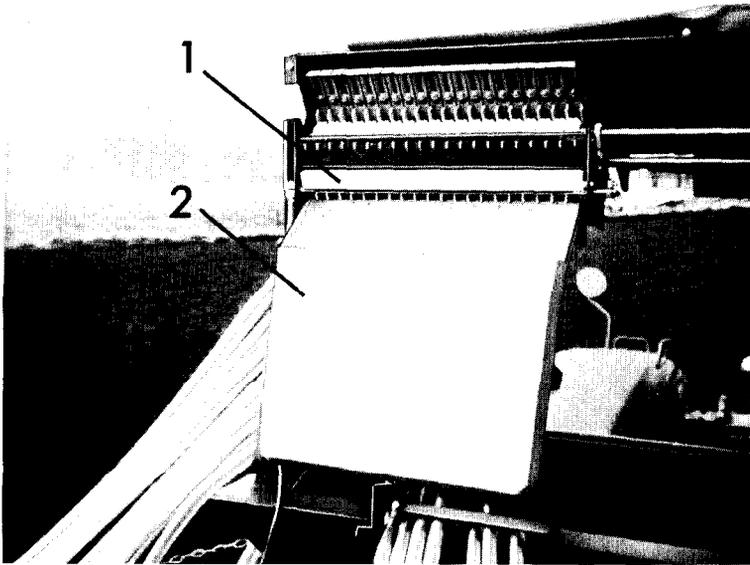

Abbildung 21
Abbildung 21 a
Abbildung 21 b
Abbildung 21 c
3. Die Abdrehklappen werden durch Federdruck in ihrer Stellung gehalten. Durch seitliches Ziehen Abdrehklappen vor den Ausläufen hochklappen (Abb. 21/1).
5. Abdrehmulden unter die Ausläufe (Abb. 21/2) schieben und Zapfen in das vorhandene Loch einrasten lassen.
Die beiden Abdrehmulden nach vorigem Absatz Punkt 5. unter die Ausläufe schieben, den Bodenklappenhebel über den Einstellbereich 1 ... 8 hinaus nach links drücken (Abb. 21 a/4), die beiden Kunststoffschieber (Abb. 21 b/3) in der Nähe des Pumprohres hochziehen und mit einem Handfeger das Saatgut von dem oberen Behälter in den unteren leiten.
Aus dem unteren Behälter kann man das Saatgut entnehmen, indem man den Kunststoffschieber am hinteren unteren Behälterteil hochzieht (Abb. 21 c/1) und darunter einen Eimer zum Auffangen des restlichen Saatgutes stellt.
1. Eimer unter die untere Öffnung des Hauptbehälters (Abb. 21 c) stellen und Restmenge darin auffangen.
Mineraldünger verdichtet in allen Behältern nach längerer Transportzeit durch Motor-Vibration des Schleppers und durch Fahrerschütterungen. Dadurch wird die senkrechte Schnecke in dem Pumprohr blockiert – der Antriebskeilriemen rutscht durch. In diesem Falle: *Sofort Zapfwelle abschalten* – etwa 1 Eimer Mineraldünger hinten am unteren Ende des Behälters entnehmen (Eimer unter Behälteröffnung schieben) (siehe Abb. 21 c) und wieder oben einfüllen. Nach der Entnahme muß sich die unter der Ablaßöffnung liegende Keilriemenscheibe von Hand im **Uhrzeigersinn** (von oben gesehen) drehen lassen.